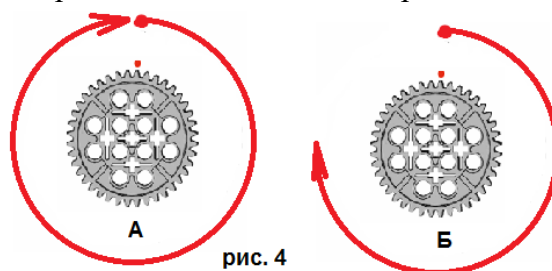

рис. 4
15) Какая шестеренка на рис. 4 делает полный оборот? А или Б?